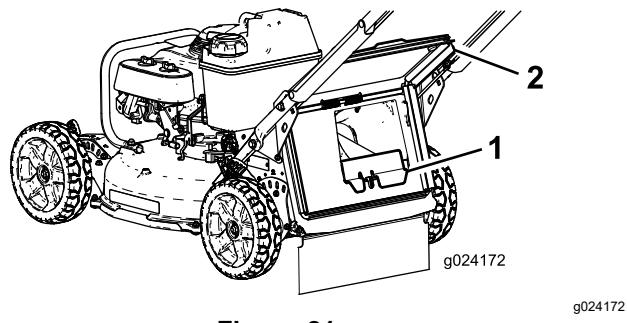

Figura 21
- Si el tapón de descarga trasera no está instalado, sujételo por el asa, eleve la puerta trasera e intodúzcalo en el conducto de descarga trasera hasta que el enganche encaje en su sitio (Figura 21).
3. Retire el tapón de descarga trasera presionando el enganche hacia dentro con el dedo pulgar y extrayendo el tapón de la máquina (Figura 21).